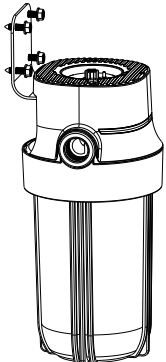

图6
⑦在墙上标记好固定板的孔位，用自攻螺钉将其固定在墙上，如图6。